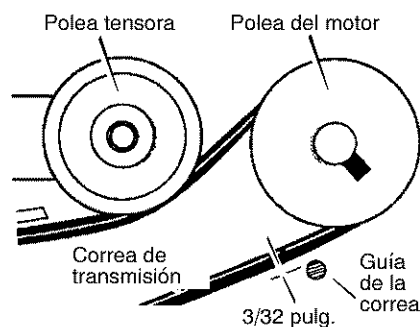

Figura 12
1. Quite el **gancho en "Z"** de la **palanca del propulsor de la barrena** (Figura 12).
8. Ajuste la guía de correa para que deje un espacio de $\frac{3}{32}$ de pulgada, como se muestra en la Figura 12.